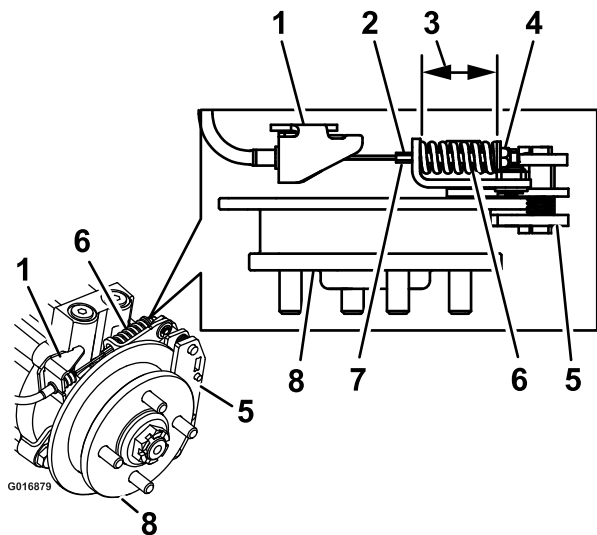

Bild 72
9. Halten Sie die Gewindestange mit einem Werkzeug fest und stellen Sie die Sicherungsmutter ein, bis die Federlänge zwischen 3,8 cm und 4,0 cm liegt (Bild 72). Das Kabel darf sich nicht drehen, wenn Sie die Muttern lösen.